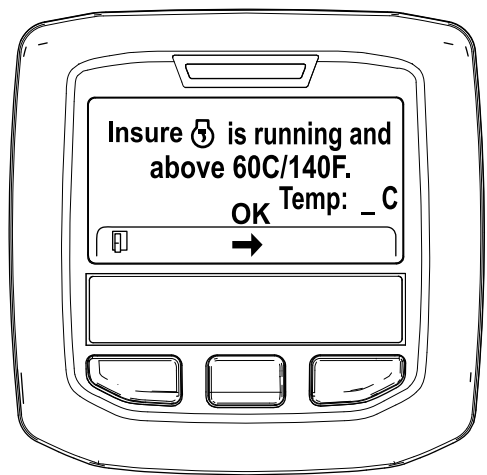

図 35
5. 冷却液の温度が 60°C (140°F) 未満の場合には、Insure is running and above 60C/140F” エンジン作動と冷却水を確認と表示される 図 35。